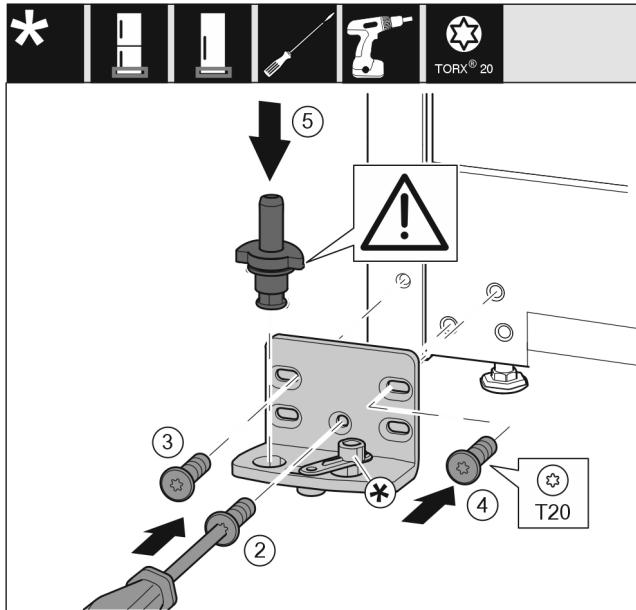

Fig. 14
- Postavite podložak ležaja na drugoj strani i zavijte pomoću odvijača T20. Započnite s vijkom 2 dolje u sredini. Fig. 14 (2)
- Pritegnite vijak 3 i 4. Fig. 14 (3,4)
- Kompletno umetnute podložak ležaja. Pri tome pazite da je ispuštenje za blokiranje okrenuto prema otraga. Fig. 14 (5)